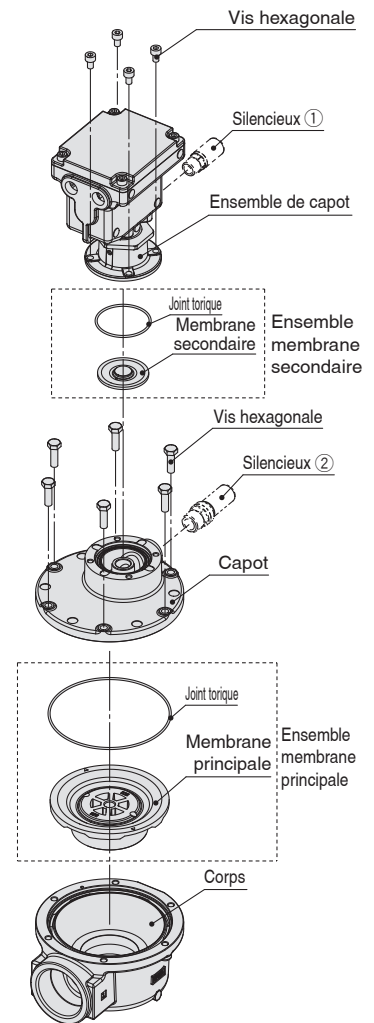

Fig. 2 Position du joint torique
- Montez le joint torique sur la rainure du corps. (Voir fig. 2). Une fois le joint torique monté, vérifiez qu'il est bien ajusté à la rainure. S'il est hors de la rainure, une fuite externe et/ou une panne pourraient survenir.